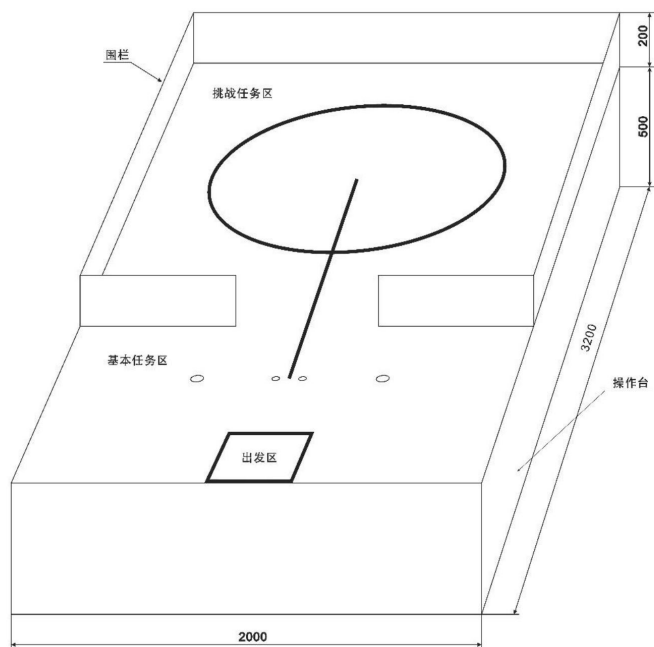

图2 场地侧视示意图
1.2 场地被布置在一个高约 500mm 的操作台上，挑战任务区围栏的高度约为 200mm ，如图2所示。亦可将地图直接置于平整的地面作为展示场地。
待分拣物品为若干个圆球，直径约40mm，重量在4g至10g之间，颜色为红色（参考色值C0 M100 Y100 K0）和绿色（参考色值C100 M0 Y100 K0），材质为EVA。待分拣物品被摆放在任务区（如图2所示），具体位置以现场公布为准。
3.2 基本任务区内放置物品收纳桶，其位置如图 2 所示，外观颜色为蓝色（参考色值 C100 M60 Y0 K0）。